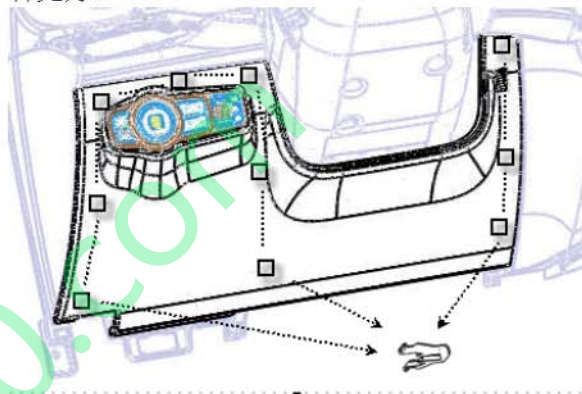

图 1-22 仪表板左下护板安装结构示意图
(2) 手指伸入右上侧左下护板背面, 用力往外拉出图 1-22 所示右上角处卡脚;
(3) 从上到下依次拔出 10 个卡脚。
(4) 所有卡脚脱开后, 将左下护板拉出一段距离, 拔掉线束接插件。